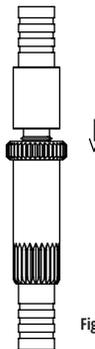

Figura 16
5. Após atingir a regulagem de compressão desejada, gire a porca (8) no sentido contrário até encostar no regulador inferior (10) para travar o sistema de regulagem (Figura 16).